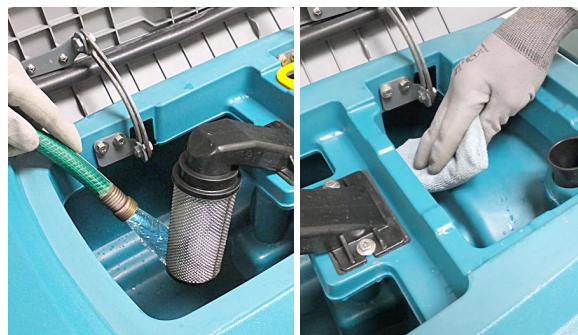

ABB. 83
5. Spülen Sie den Schmutzwassertank mit sauberem Wasser aus und wischen Sie Schmutzrückstände ab (Abbildung 83).